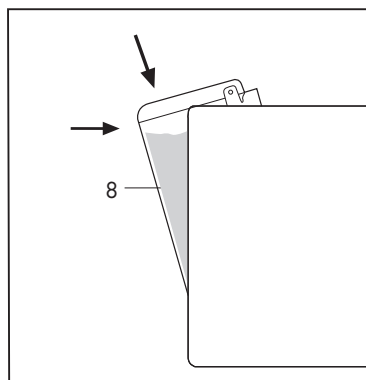

Fig. 3
- Chiudere il coperchio ed inserire il serbatoio (8) contro il corpo macchina in modo la base del serbatoio appoggi correttamente sulla valvola dell'acqua. **(Fig.3)**